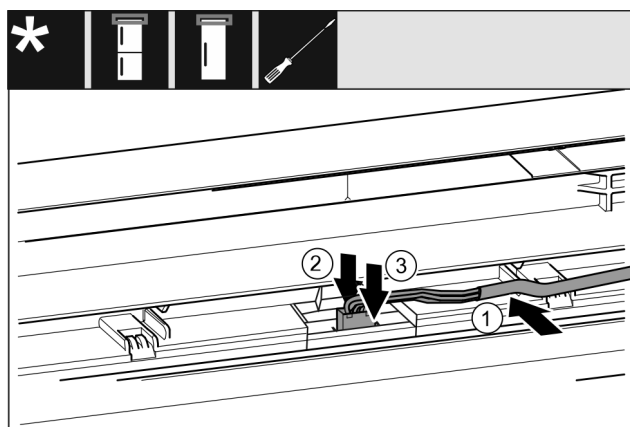

Fig. 44
- ▶ 将灰色电缆置入上方冰箱门的导向装置。 Fig. 44 (1)
- ▶ 向后按住止动凸缘 Fig. 44 (2)
- ▶ 插入插头。 Fig. 44 (3)